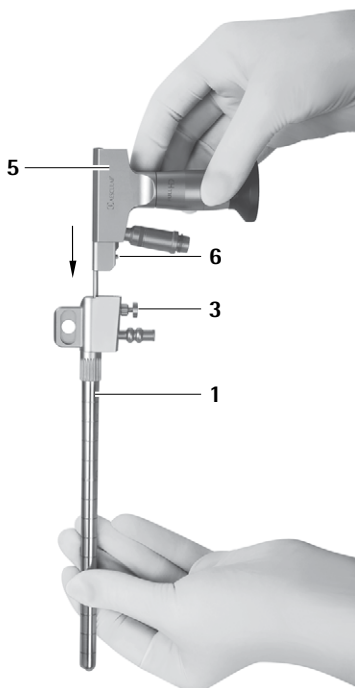

Abb. 2
- Endoskop 5 im MINOP InVent-Trokar 1 verriegeln, siehe Abb. 2.